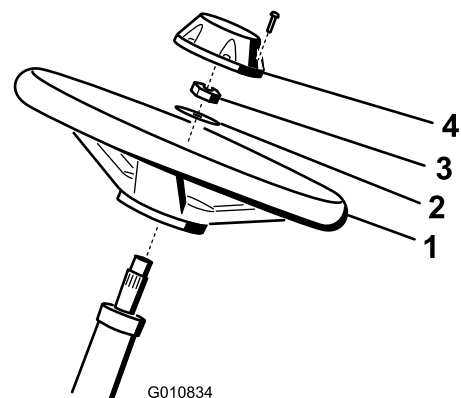

Figure 3
1. Glissez le volant sur l'arbre de direction (Figure 3).
2. Glissez la rondelle sur l'arbre de direction (Figure 3).
3. Fixez le volant sur l'arbre (Figure 3) à l'aide d'un écrou de blocage serré à un couple de 27 à 35 N·m (20 à 26 pi-lb).
4. Fixez le couvre-moyeu sur le volant avec une vis (Figure 3).